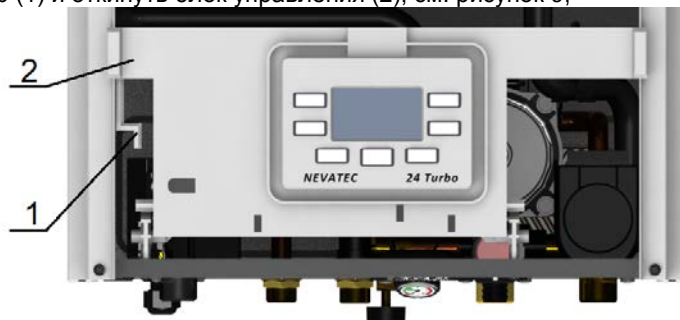

Рис. 9 Демонтаж облицовки и передней панели
- отжать вправо фиксатор (1) и откинуть блок управления (2), см. рисунок 9;